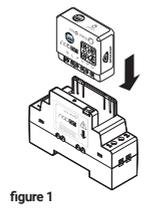

figure 1
- 3 Insérez le module dans le boîtier Rail DIN en respectant le sens d'introduction du module, le bornier doit se situer à gauche (voir figure 1). Vérifiez que les bornes sont bien dévissées et veillez à ne pas plier les broches situées à l'intérieur du boîtier.